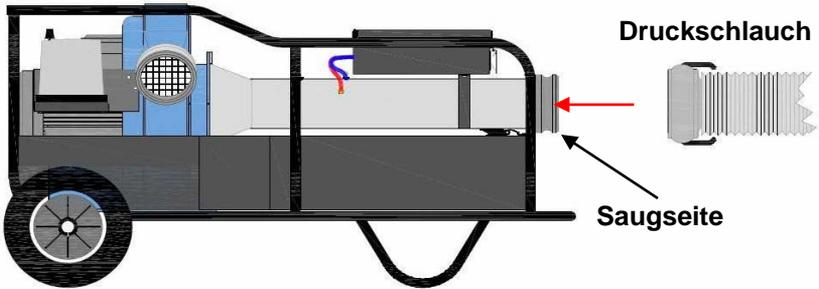

Bild 6
1. Schließen Sie den Druckschlauch an der Saugseite an (Bild 6).